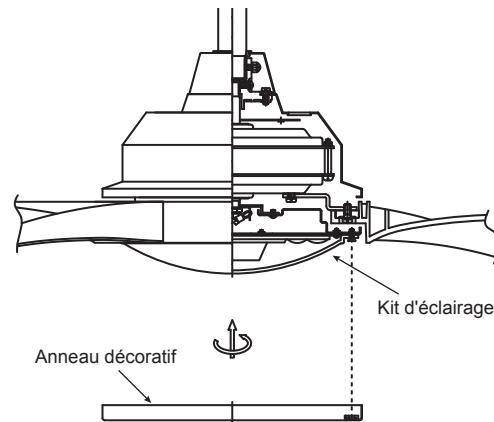

Fig. 18
Étape 4. Positionnez les crans dans l'anneau décoratif de sorte qu'ils correspondent aux languettes sur le kit d'éclairage à LED. Soulevez soigneusement l'anneau décoratif à l'intérieur du kit d'éclairage et sécurisez-le au ventilateur en tournant l'anneau décoratif dans le sens horaire jusqu'à ce qu'il soit bien serré. NE PAS SERRER AVEC EXCÈS.(Fig.18)